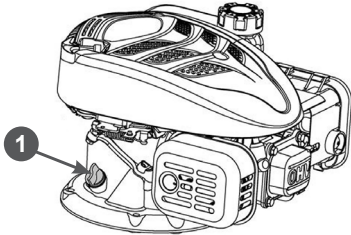

Рис. 19 Крышка-щуп маслозаливной горловины
- (1) Техническое обслуживание должно осуществляться более часто, при работе в пыльных условиях.
- (2) Данный вид работ необходимо выполнять в авторизованном сервисном центре.
- Осторожно откройте крышку-щуп 1 (Рис. 19) маслозаливной горловины, протрите его насухо и отложите в сторону.